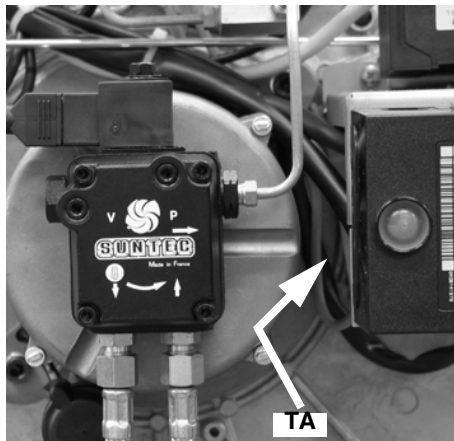

Fig. 39
- Desfaceți cablurile de aprindere **CA1** și **CA2** de la transformatorul **TA** (Fig. 39).